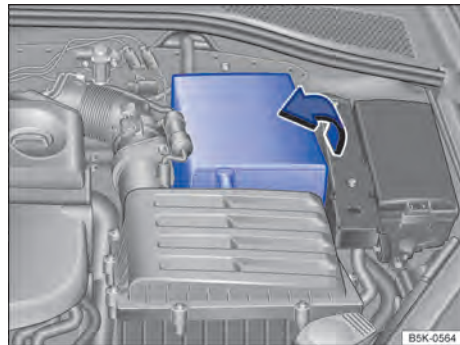

Fig. 225 No compartimento do motor: rebater para fora a cobertura da bateria do veículo 12 V.
- Para *abrir*, rebater a cobertura para fora no sentido da seta → Fig. 225.
- Para *fechar*, rebater a cobertura no sentido contrário ao sentido da seta → Fig. 225.